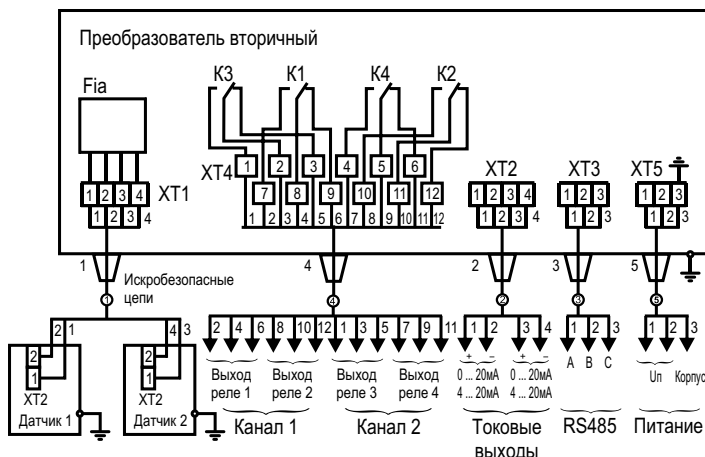

Рисунок 1 – Схема подключения
1. Преобразователь вторичный ИСУ 2000И (рисунок 1) – 1 шт.